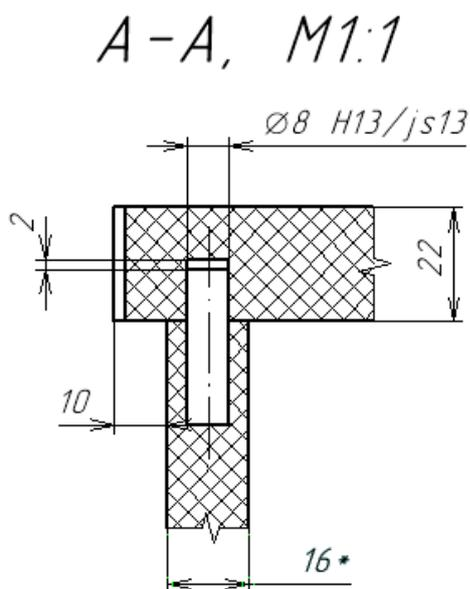

Рис. 2.1. Разрез соединения щитовых деталей на шкант
**Задание.** Следуя предложенной ниже схеме действий, построить разрез соединения щитовых деталей на шкант (рис. 2.1).
С помощью панели функционального меню, доступ к которой открывается при выборе закладки *Строить*, создать контуры щитов, соблюдая указанные в задании размеры (см. рис. 2.1), длина шканта 30 мм. Построение выполняется с помощью нажатия кнопки любой из команд *Отрезок*, *Контур* или *Прямоугольник*. При построении целесообразно правильно выбрать типы линий (основная, штрихпунктирная и т. п.) на панели директив.